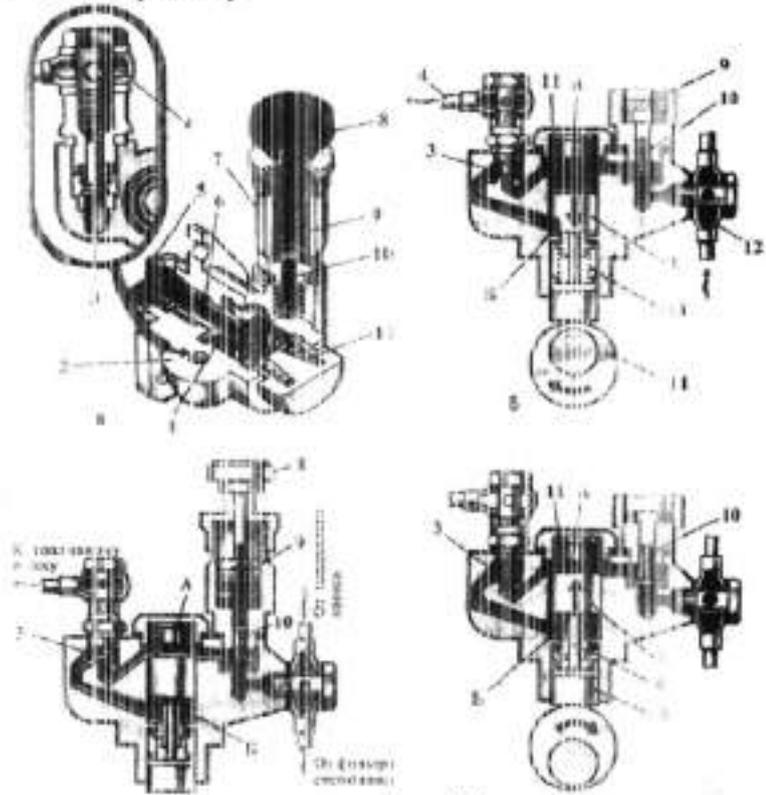

Рис. 8.6.
4. Укажете позиции рис. 8.6. Объясните работу.